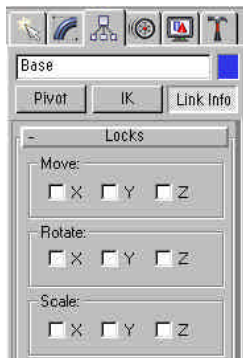

图11-3 Hierarchy (层级) 命令面板
2) 单击Hierarchy按钮,打开Hierarchy (层级) 命令面板,单击Link Info按钮,Link Info命令面板显示出来,如图11-3所示。